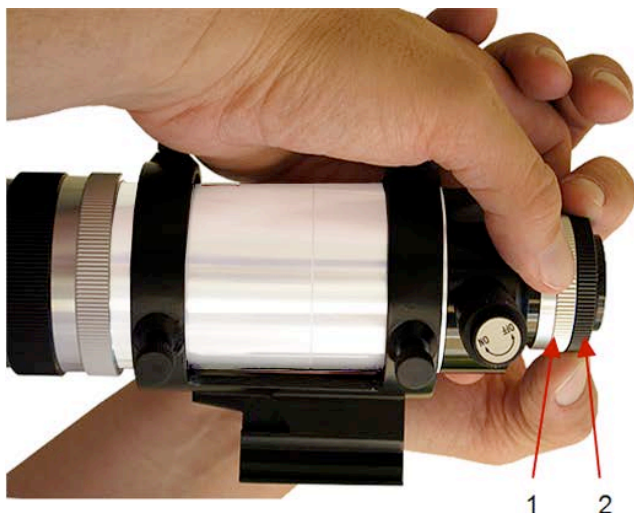

Fig. 2, Mise au point de l'oculaire
1. Desserrer la bague de contre sur l'oculaire en le tournant dans le sens contraire des aiguilles d'une montre tout en tenant fermement l'anneau de mise au point (1, fig. 2). En séparant la contre-oculaire (2, Fig. 2) et la bague de mise au point, une grande plage de distance est possible.
2. Visser un mur blanc et visualiser le réticule de la mire. Tournez la bague de mise au point de l'oculaire (2, Fig. 2) à gauche ou à droite jusqu'à ce que vous voyez le réticule du chercheur parfaitement net.
3. Une fois que vous avez vu la netteté sur le réticule en forme de croix, tournez le contre-oculaire de verrouillage (1, fig. 2) contre la bague oculaire (2, Fig. 2) jusqu'à ce qu'elle bloque la rotation de celle-ci.